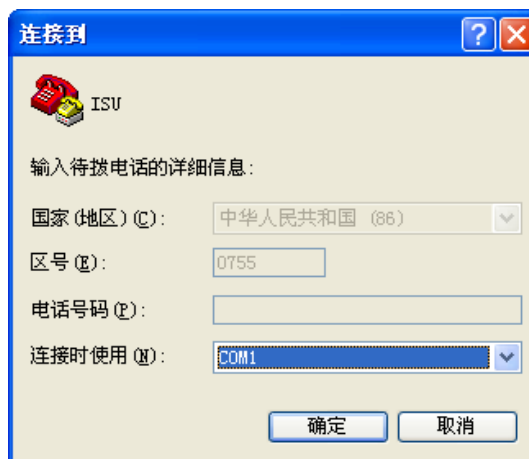

图4-26 连接到界面
2. 在**名称 (N)**中输入名称“ISU”，点击**确定**按钮，显示如图 4-26所示。
3. 选择计算机实际所连接的的串口（如图 4-26 中的“COM1”），点击**确定**按钮，显示如图 4-27 所示。